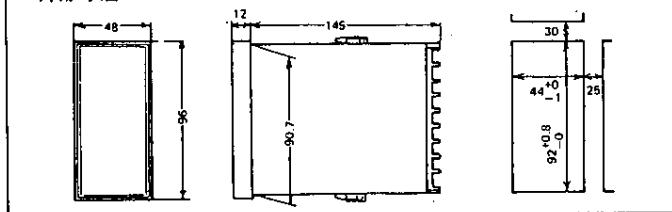

Fig. 1
(1) 取付方法
- パネルカット寸法を参照してパネルに角穴をあけて下さい (Fig. 1)。